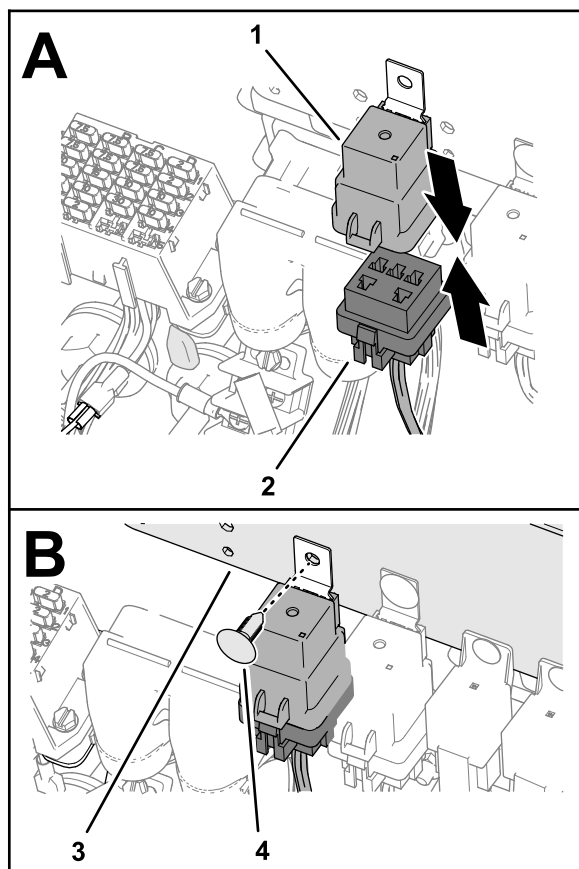

Figure 12
1. Insérez le relais dans le connecteur à 5 douilles du faisceau du kit (Figure 12).
2. Alignez le trou dans la patte du relais et le trou dans le panneau électrique, puis fixez le relais sur le panneau avec une fixation enfichable (Figure 12).